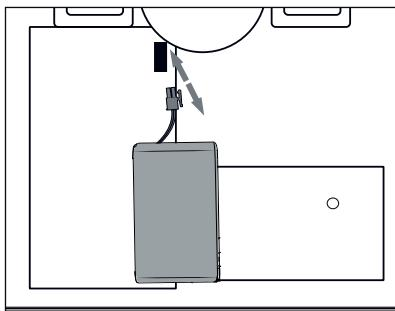

Fig. 17
- 2) Afbryd batteriets stikforbindelse (se fig. 17 og 18) og tag det ud af batterirummet.